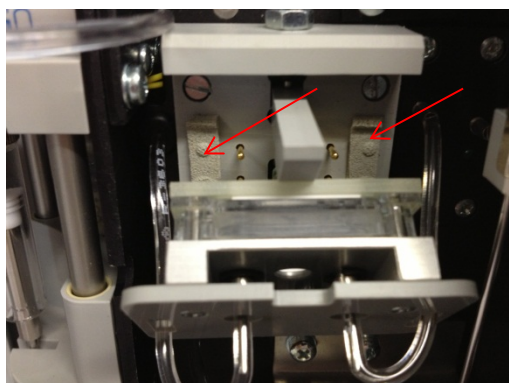

Abbildung 33: Austausch der Dichtungen
- Dichtungen entfernen (siehe Abbildung 33)